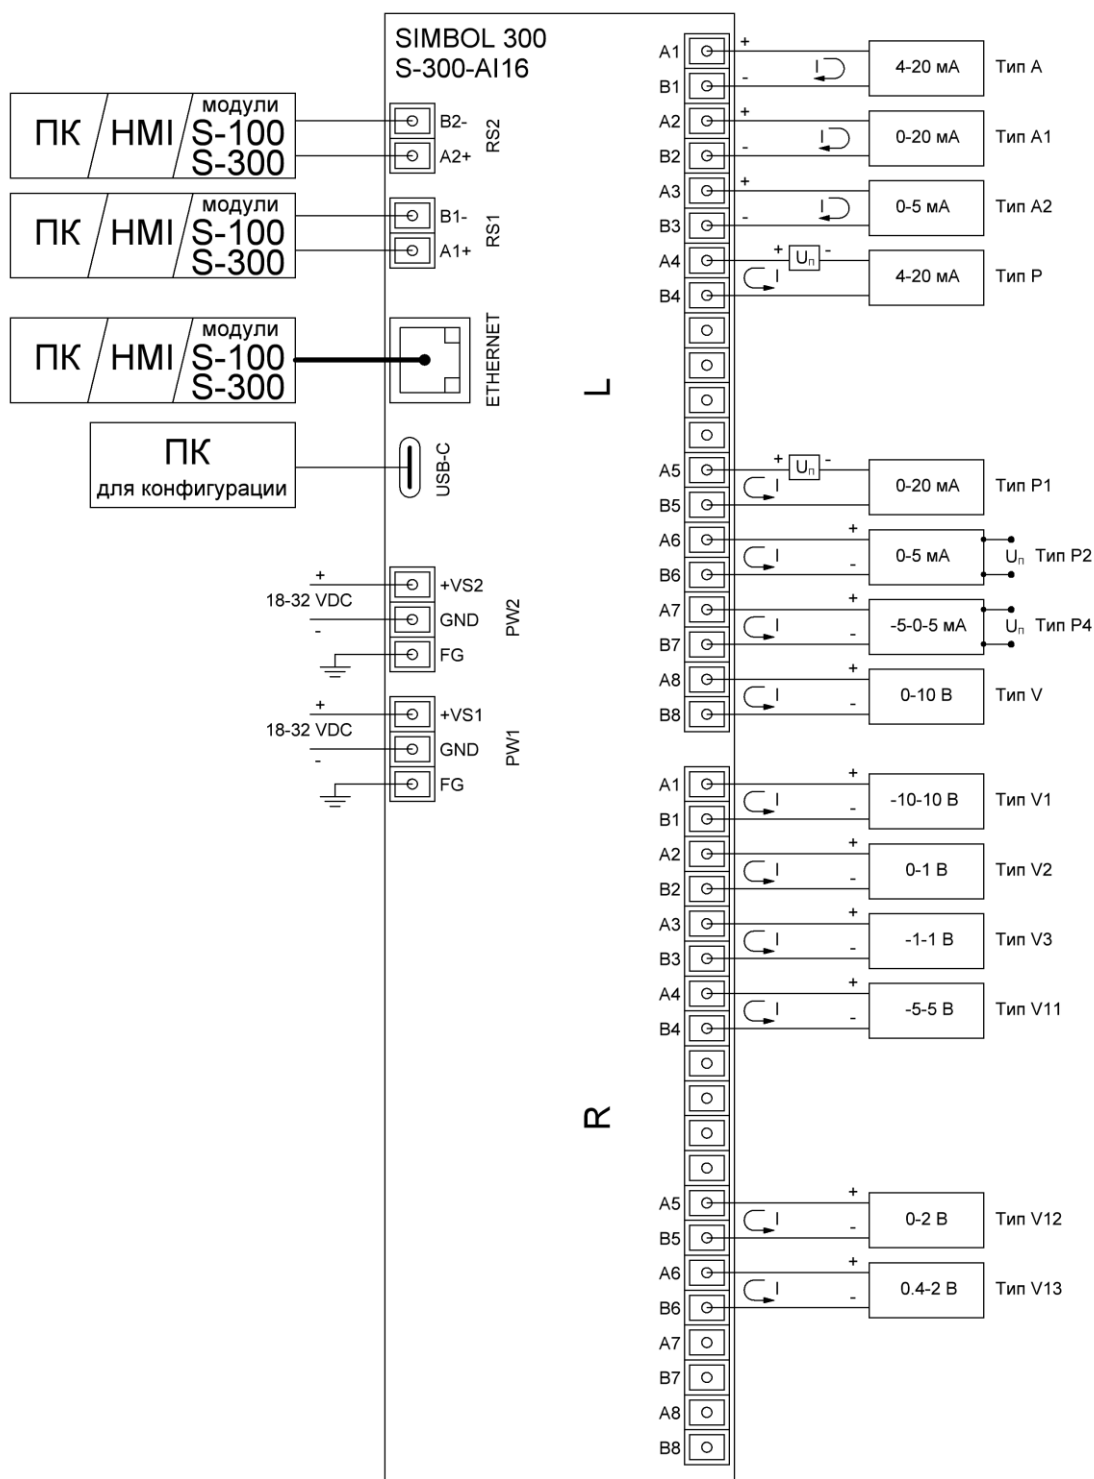

Рисунок 1.5 – Схема подключения модуля S-300- AI16 (S-300-AI8)
1.4.2.1 Для конфигурации модуля может быть использован офисный ПК стандартной комплектации, имеющий порт RS-232, Ethernet или USB. Модуль подключается с помощью преобразователя интерфейса RS-232 в RS-485 (USB в RS-485), интерфейс Ethernet или USB (рисунок 1.5).
2.2.8 Подключить модуль к ПК используя USB, Ethernet или преобразователь интерфейсов (рисунок 1.5).